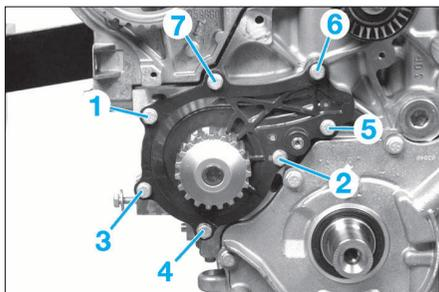

FIG. 35
- Déposer les sept vis de fixation de la pompe à eau puis la déposer (Fig.35).
À la repose, nettoyer soigneusement les plans de joint de la pompe et du bloc-cylindres à l'aide d'un produit décapant. Mettre en place la pompe à eau munie d'un joint neuf dans le bloc-cylindres et serrer ses vis de fixation dans l'ordre indiqué (Fig.35) et au couple prescrit. Procéder à la repose et au calage de la courroie de distribution. Procéder au remplissage et à la purge du circuit de refroidissement puis contrôler l'absence de fuite moteur tournant.